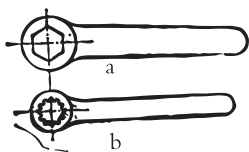

图2-3 六角形、梅花形套扳手
(3) 整体扳手：有六角形扳手和梅花扳手两种（见图2-3），用来紧固六角螺栓或螺母。使用时按螺母的对边尺寸选择相适应的扳手。这种扳手使用中不易滑脱，其中梅花扳手可在扳动范围较狭窄的地方工作。